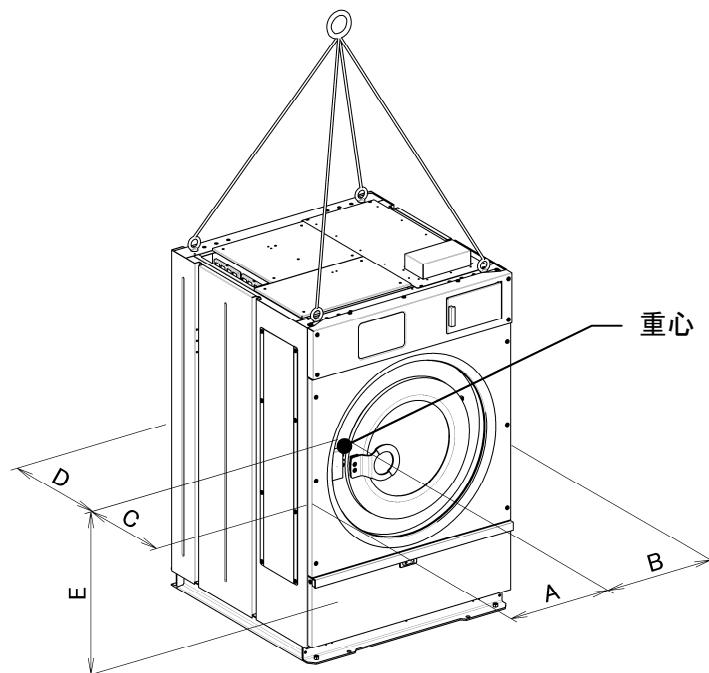

図3-1
- クレーン等で本機を吊り上げるときは、本体上部四隅(図3-1)の4ヶ所に必ずフックを掛けて吊り上げます。
- 重量と重心(図3-1)